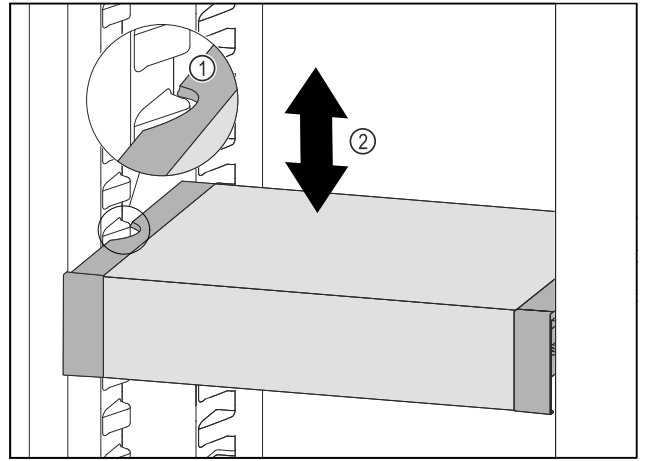

Fig. 118
- ▶ Trageți în față VarioSafe, până când degajările laterale ale VarioSafe se află la înălțimea nervurii recipientului din frigider. Fig. 118 (1)
- ▶ Mișcați în sus sau în jos VarioSafe în frigider, până când este atinsă înălțimea dorită. Fig. 118 (2)